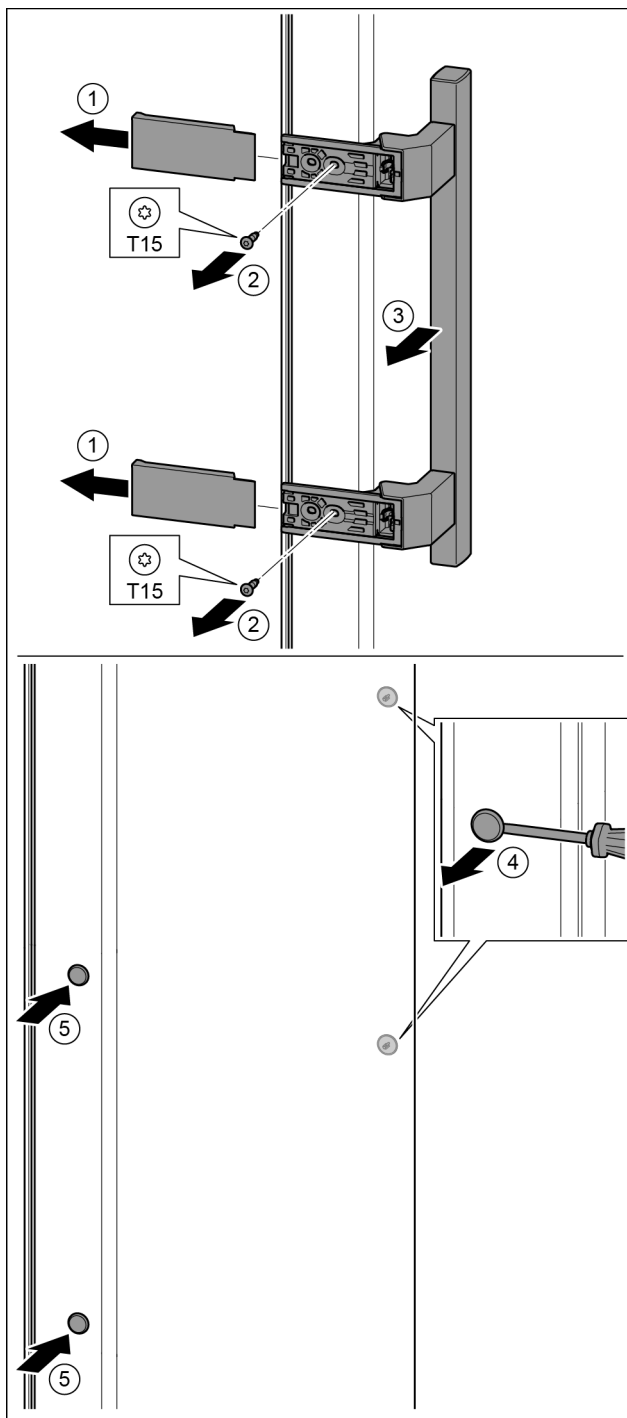

Fig. 38
- ▶ Stáhněte kryt. *Fig. 38 (1)*
- ▶ Šroubovákem T15 vyšroubujte šrouby. *Fig. 38 (2)*
- ▶ Sejměte madlo. *Fig. 38 (3)*
- ▶ Postranní zátku opatrně plochým šroubovákem nadzvedněte a vytáhněte. *Fig. 38 (4)*
- ▶ Zátku opět vložte na druhé straně. *Fig. 38 (5)*